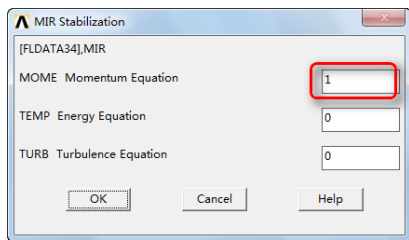

图 7-103 “MIR Stabilization”对话框
⑨ 依次选择 Main Menu → Solution → FLOTRAN Set Up → Relax/Stab/Cap → MIR Stabilization, 会弹出“MIR Stabilization”对话框, 如图 7-103 所示, 在“MOME Momentum Equation”输入框中输入 1, 单击“OK”按钮关闭该对话框。